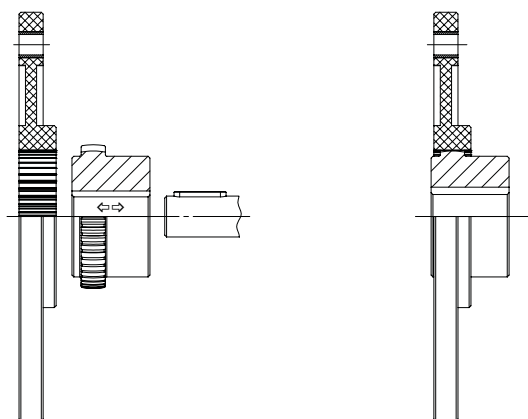

Figura 4-8 – Sitex® FL: montaggio
- Avvicinare motore e utilizzatore modo da posizionare la fascia dentata del mozzo in mezzaria rispetto a quella della flangia, usando come quota di controllo il valore L3-L4 (FIGURA 4-8 – Sitex® FL: montaggio e TABELLA 2.9)